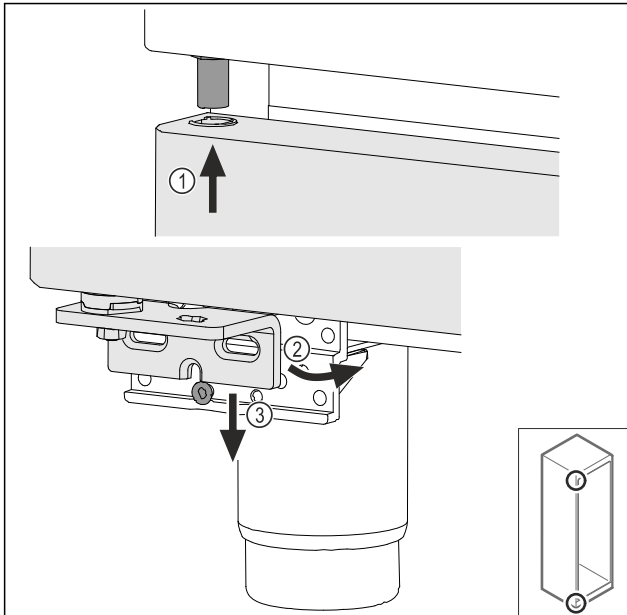

Fig. 49
- ▶ Introducir la puerta ligeramente inclinada en la parte superior Fig. 49 (1), alinear la puerta para que quede recta Fig. 49 (2) y colocarla en la parte inferior del tornillo de soporte de cojinetes Fig. 49 (3).